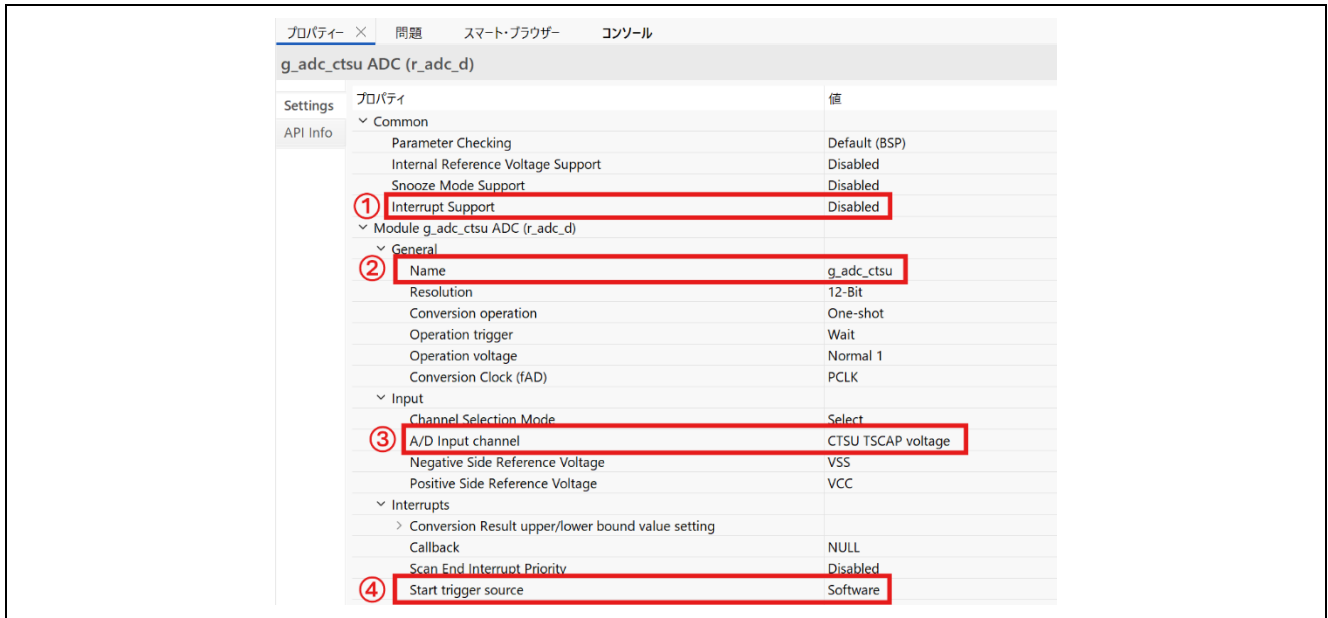

図 6-3 "g_adc_ctsu"の設定 (RA0L1/NM モード)
6. RA0L1 を NM モードで使用する場合は、“g_adc0 ADC”を選択し、画面左下の[プロパティ]をクリックします。図 6-3 に示す通り、以下の設定を変更してください。
- ①. [Interrupt Support]で[Disabled]を選択。
- ②. [General] -> [Name]で名前を[g_adc_ctsu]に変更。
- ③. [Input] -> [A/D Input channel]で[CTSUS TSCAP voltage]を選択。
- ④. [Interrupt] -> [Start trigger source]で[Software]を選択。